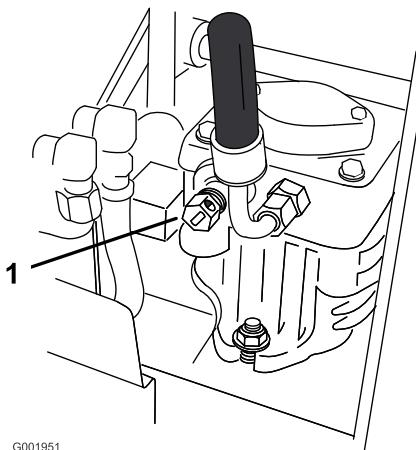

Figure 10
- Ouvrez les vannes de dérivation des deux pompes en les tournant 1 à 2 fois dans le sens antihoraire. Cela permet au liquide hydraulique de contourner les pompes et aux roues de tourner (Figure 10).